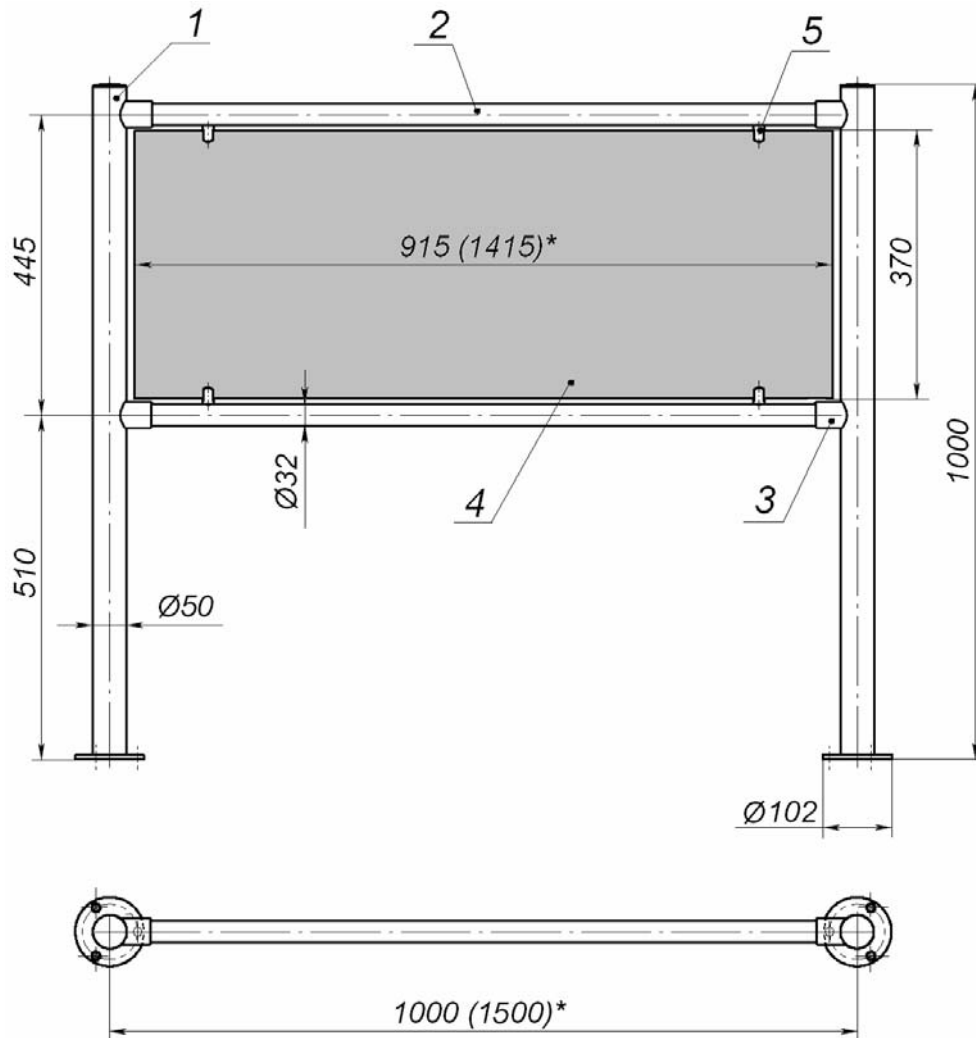
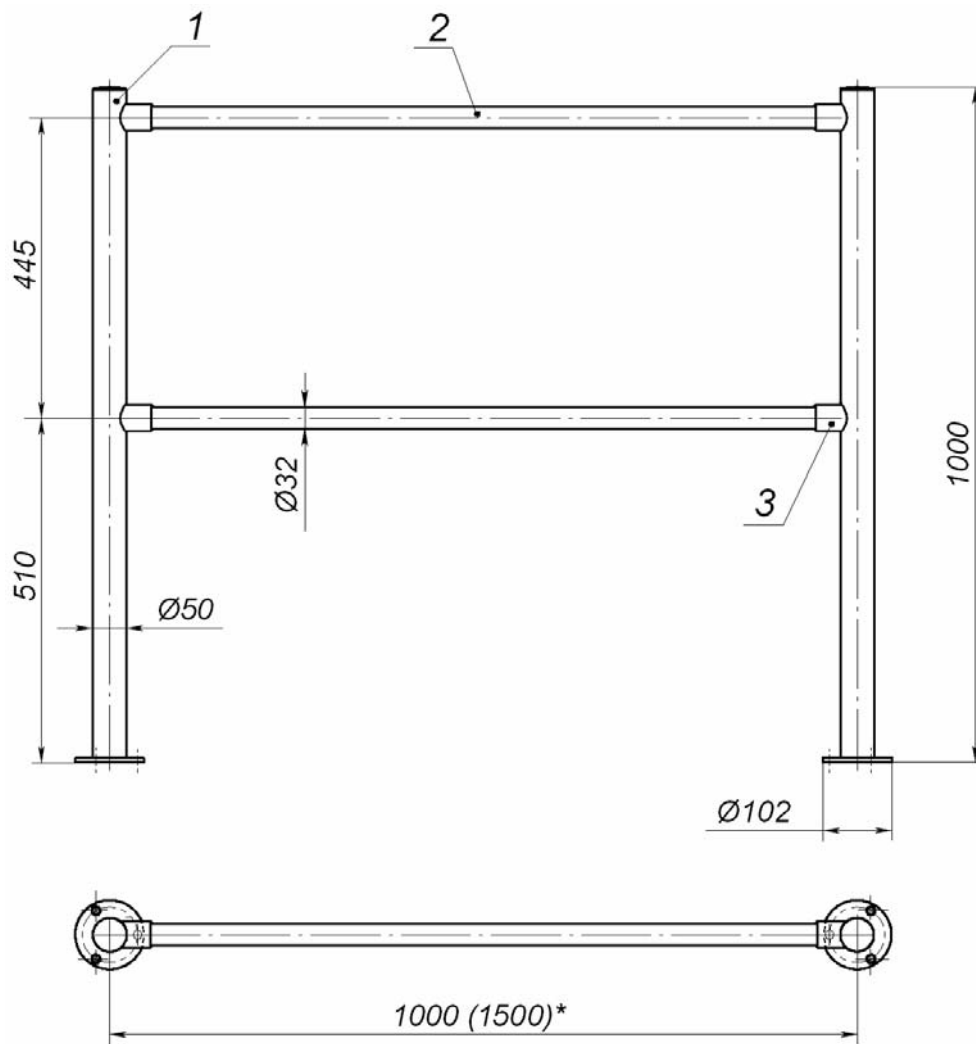

Рисунок 1. Стационарная секция ограждения с заполнением¹:
Рисунок 2. Стационарная секция ограждения без заполнения¹:
- **Стационарная секция ограждения** с заполнением (см. рис. 1) или без заполнения (см. рис. 2 и 3), предназначенная для ограничения зоны прохода или оформления интерьера. Заполнение может изготавливаться из тонированного стекла или полимерного материала.